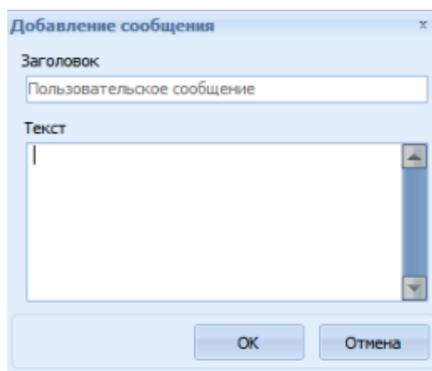

Рис. 3 Окно Добавление сообщения
- **Добавить пользовательское сообщение**, позволяет открыть диалоговое окно "Добавление сообщения", в котором можно ввести заголовок и текст сообщения, данное сообщение будет отображаться в журнале событий в нижней части главного окна приложения (Рис. 3).